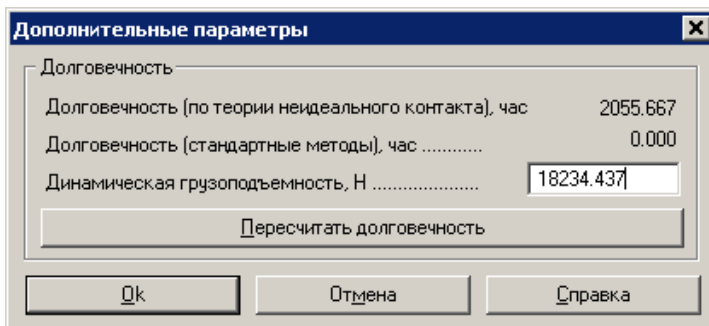

Рис. 3.8 Диалоговое окно дополнительные параметры.
**Кнопка «Еще»** выводит окно дополнительных параметров расчета (рис. 3.8 ). Кнопка «Пересчитать долговечность» позволяет пересчитать долговечность по стандартным методам. По умолчанию в *APM Bear* используется теория неидеального контакта.